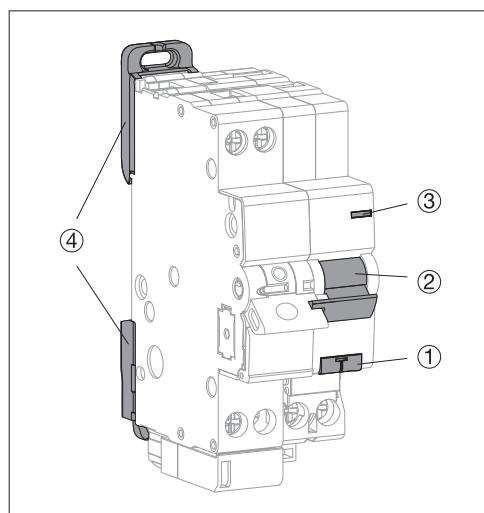

Fig 1 : Descrição do bloco AFDD
Pressione brevemente o botão de teste T (ver Fig. 1). Ao pressionar o botão de teste, o AFDD deverá disparar. Teste regularmente.
O botão de teste T (ver Fig. 1) é usado para testar o dispositivo. O AFDD deve disparar após um breve pressionamento do botão de teste. Após isso, o dispositivo pode ser ligado novamente.
- Pressione o botão de teste T (veja a Fig. 1) por 5 segundos para ativar o modo Bluetooth®.